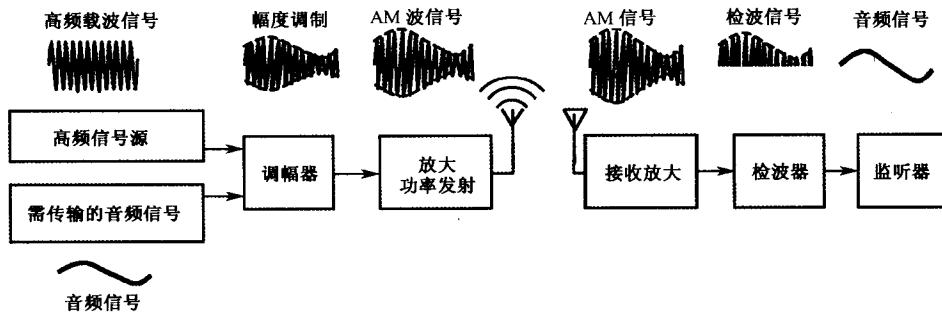
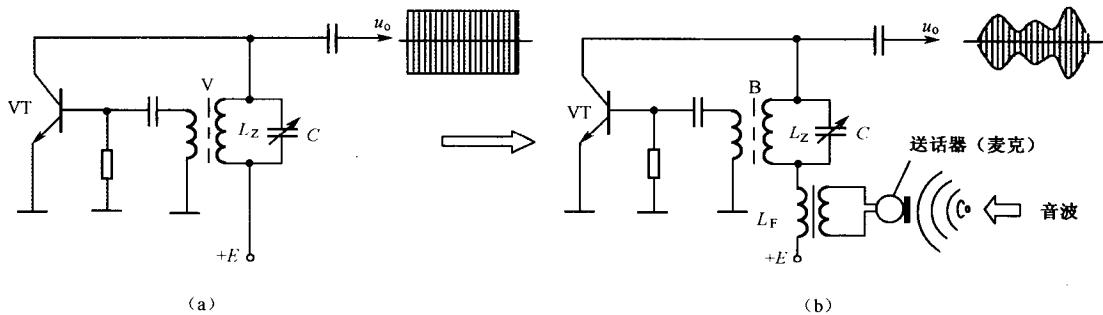

图 1-6 AM 波信号的产生、发射、接收、检波框图与波形
图 1-7 AM 波的产生电路（集电极调幅）与波形
(1) AM 波 AM 波信号的产生，是将需传输的音频信号与高频信号源输出的恒频高频载波信号一并送入调幅器，进行音频信号对高频载波信号的幅度调制而产生 AM 波传输信号，然后通过功率发射器由发射天线发射出去；异地接收机将通过接收天线接收到的 AM 波传输信号送入检波器进行解调检波，最后在终端监听器中获得原始音频信号，如图 1-6 所示。
从图 1-6 所示 AM 波信号的产生、发射、接收、检波框图可见，AM 波信号的产生容易理解，也比较容易实现，其产生电路有多种，常用产生电路如图 1-7 所示。
从图 1-7 (a) 可见，这是一个典型的晶体管高频振荡电路， $L_Z$  为振荡器的负载。若调节 LC 并联谐振回路中可变电容  $C$  容值的大小，其谐振频率就可随之而变化，一旦  $C$  被调定，在  $u_o$  输出端就可获得相应的等幅频率信号。如果使可变电容  $C$  的容值固定不变，在晶体管 VT 的负载通路中再串联一个负载线圈  $L_F$  就变成图 1-7 (b) 电路，若此负载线圈  $L_F$  中的电流不断地变化，那么这时  $u_o$  输出端虽然频率不变，但其幅度必然会产生相应变化。这便是图 1-7 (b) 的调幅原理，它是借助麦克使振荡电流按音波的变化规律变化而变化的，从而达到调幅之目的。